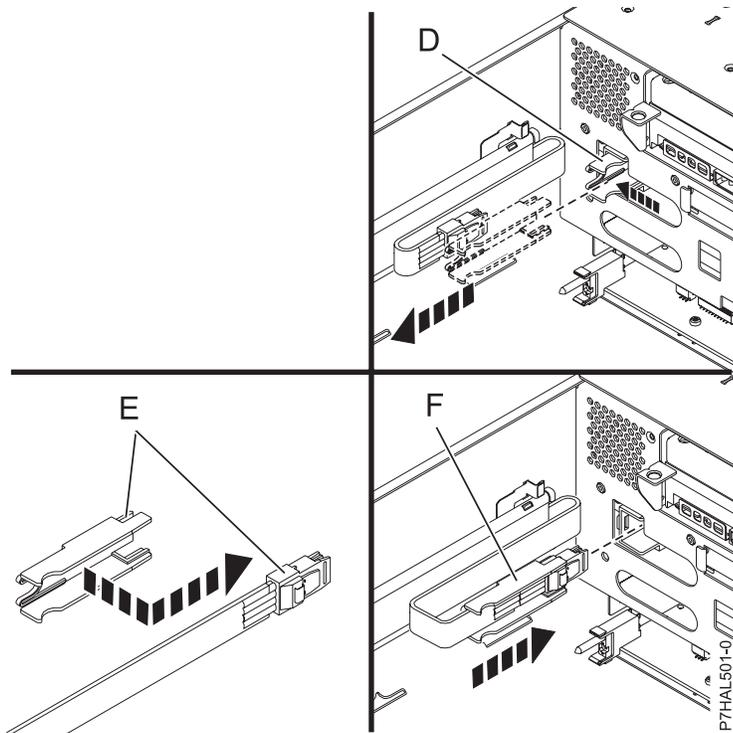

Figure 38. Raccordement du câble SAS
**Conseil :** Pour effectuer cette étape, voir figure 38, à la page 52.